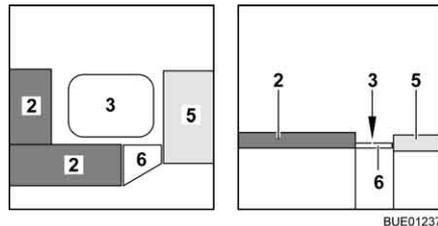

Fig. 95 Durante la transformación
- Enganchar el ensanchamiento de cama (Fig. 95,6) en los baúles-banco.